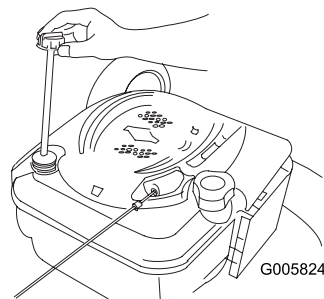

Figura 27
2. Retire la varilla (Figura 27).